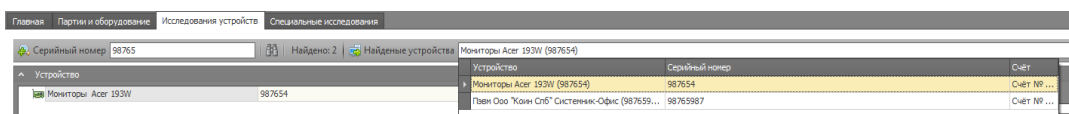

Рисунок 74
- Щелкнув указателем мыши в поле – *Найденные устройства*, выберите требуемое устройство из списка найденных двойным щелчком мыши на соответствующей записи. (Рис. 74)